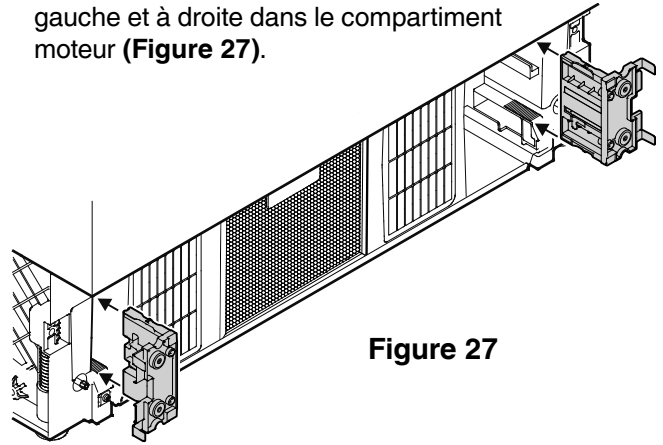

Figure 27
4. Insérer les supports de la grille de ventilation à gauche et à droite dans le compartiment moteur (**Figure 27**).